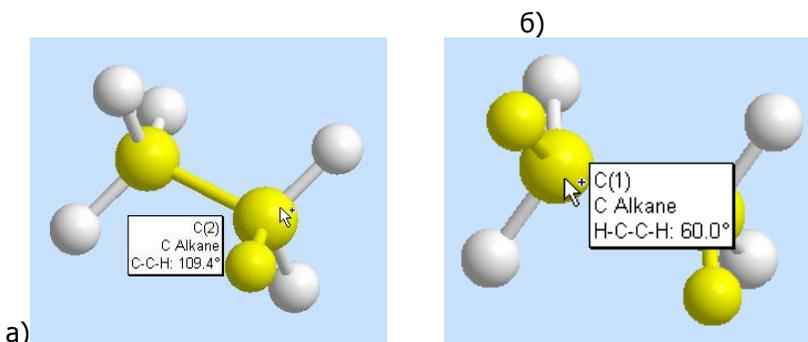

Рис. 7. Информация об угле (а) и двухгранном угле (б)
1. Кликните на атом C(1), далее удерживая Shift кликните на C(2) и H(7).
2. Наведите курсор на любой из выбранных атомов или связей (рис. 7, а).
Появится информация о двухгранном угле образуемым этими четырьмя атомами (рис. 7, б).